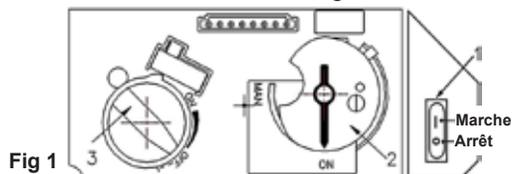
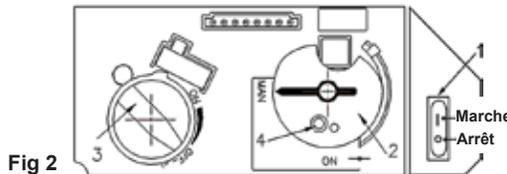
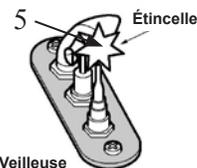

Fig 1
Fig 2
Fig 3 Veilleuse
2. **METTEZ L'INTERRUPTEUR Marche-arrêt (1) EN POSITION ARRÊT.**
- Attendez cinq (5) minutes pour laisser échapper tout le gaz. Vérifiez autour de l'appareil et près du plancher s'il y a une odeur de gaz. Si c'est le cas, **ARRÊTEZ!** Passez à l'étape B des consignes de sécurité ci-dessus. S'il n'y a pas d'odeur de gaz, passez à l'étape suivante.
3. **ALLUMAGE AUTOMATIQUE** (fig. 1) : Repérez la veilleuse (fig. 3) à gauche dans la boîte de foyer.
- Mettez l'interrupteur Marche-arrêt (1) à la position MARCHE, le bouton MAN (2) à la position ON; réglez le bouton d'ajustement des flammes (3) au réglage le plus bas (U);
- Lorsque la veilleuse s'allumera, le bouton d'ajustement des flammes (3) tournera automatiquement au réglage le plus haut;
4. **ALLUMAGE MANUEL** (fig. 2) : Avec la fenêtre enlevée, repérez la veilleuse (fig. 3) à gauche dans la boîte de foyer;
- Interrupteur Marche-arrêt (1) à la position MARCHE, bouton MAN (2) à la position MAN; réglez le bouton du thermostat (3) à la température la plus basse (U);
- À l'aide d'un objet pointu comme un stylo, appuyez sur le centre métallique (4) pour établir l'arrivée du gaz à la veilleuse;
- Toujours en appuyant sur le centre métallique (4), allumez le gaz à la veilleuse (5) avec une allumette;
- Continuez d'appuyer sur le centre métallique (4) pour à peu près 10 secondes; relâchez et la veilleuse restera allumée.
- Si la veilleuse s'allume mais ne reste pas allumée après plusieurs essais, tournez le bouton d'alimentation de gaz (3) à la position "OFF" (U) et appelez votre agent de service ou votre fournisseur de gaz.
- Remplacez la fenêtre et mettez le bouton MAN (2) à la position ON; tournez le bouton de réglage des flammes (3) vers le haut (U) ou le bas (U) ou utilisez les boutons (🔥) et (🔥) sur la télécommande pour régler les flammes.